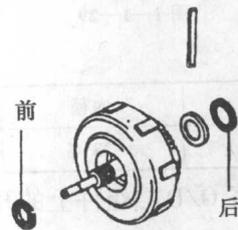

图 1-1-26
(1) 将轴承和挡圈涂上凡士林后安装到前进挡离合器上 (图 1-1-26), 轴承和挡圈直径见表 1-1-4。